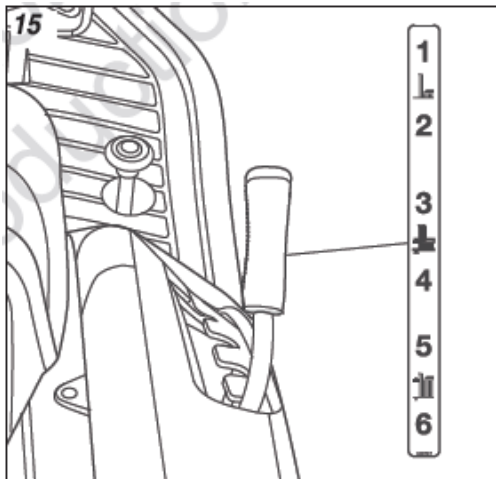

Рис. 16
1. Переместите рычаг вперед, чтобы опустить косилку; переместите назад, чтобы поднять косилку (см. рис. 16).
2. Поставьте рычаг управления подъемом на максимальную высоту стрижки (см. рис. 16).
2. Переместите рычаг управления подъемом в положение стрижки (см. рис. 16). В условиях высокой или толстой травы сначала выполните стрижку на максимальной высоте, а затем опустите косилку.